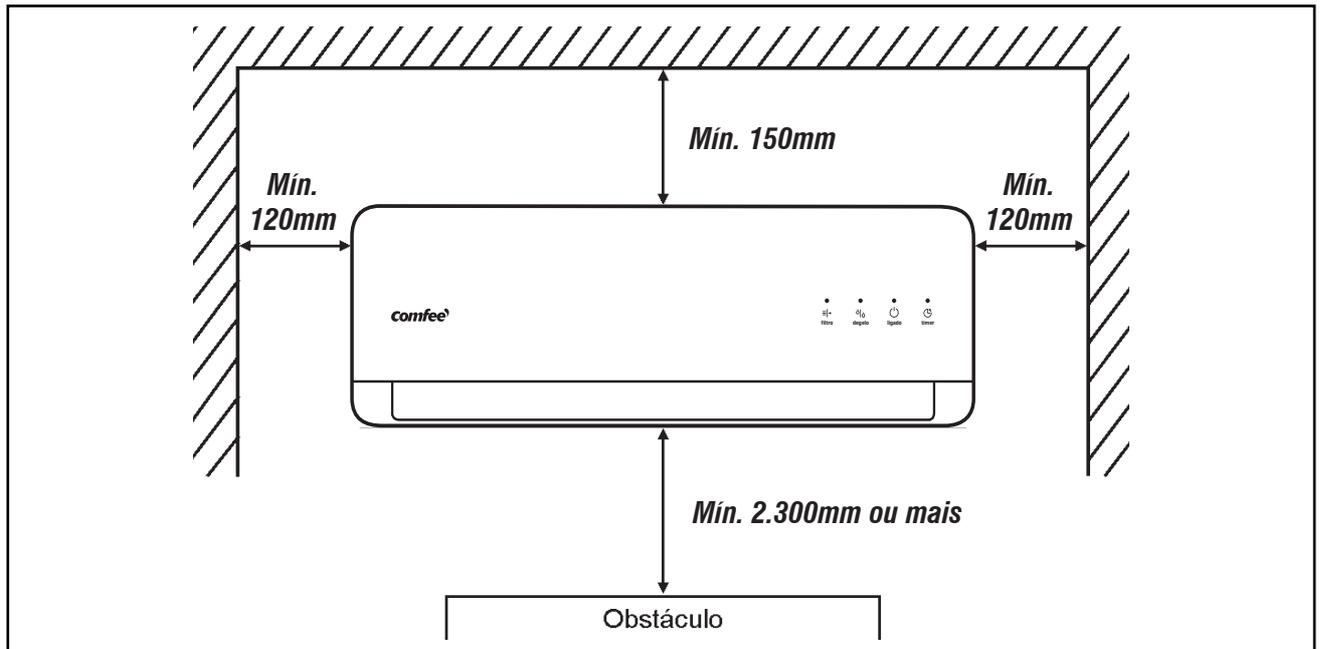

FIGURA 13 - ESPAÇOS MÍNIMOS RECOMENDADOS
- Selecionar um local com espaço suficiente que permita reparos ou serviços de manutenção em geral, como por exemplo a limpeza do filtro de ar. Os espaços mínimos apresentados na figura 13 deverão ser respeitados.